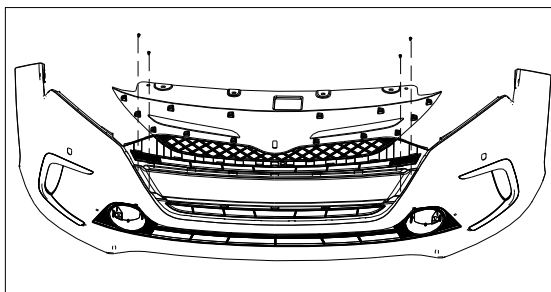

图 1.1.7 前保险杠网络的拆卸
(1) 如图 1.1.7 拆下左右对称的四个自攻螺钉。
(2) 前保险杠网络向后拆下与前保险杠安装的卡脚。